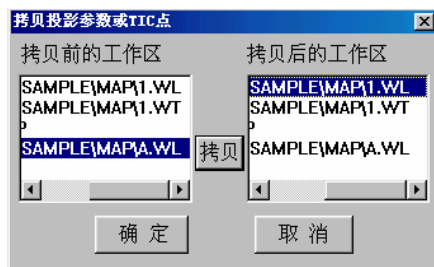

图 7-2-2 拷贝 TIC 点参数对话框
- ① 打开点线面图形文件和标准图框文件。
- ② 选择“投影变换”菜单下的“文件间拷贝 TIC 点”，系统会弹出图 7-2-2 所示的对话框选择文件进行拷贝：